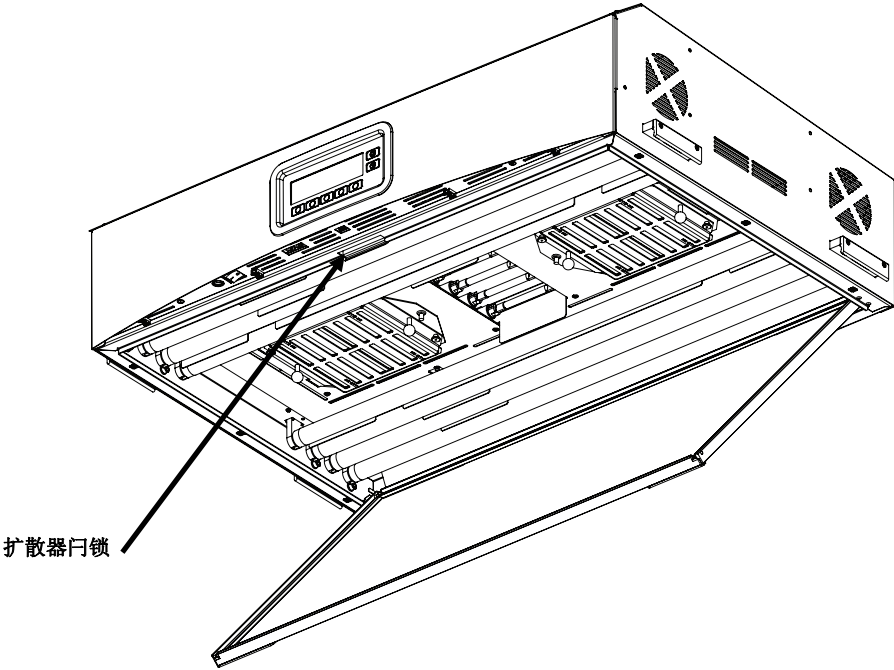

图 10. 灯箱扩散器安装展示
- 7. 转动扩散器前面部分至闭合位置，与门锁一同固定在适当的位置。请参见图 10。